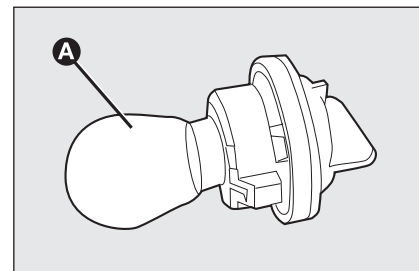

fig. 25
- enlever l'ampoule **A-fig. 25** et la remplacer;